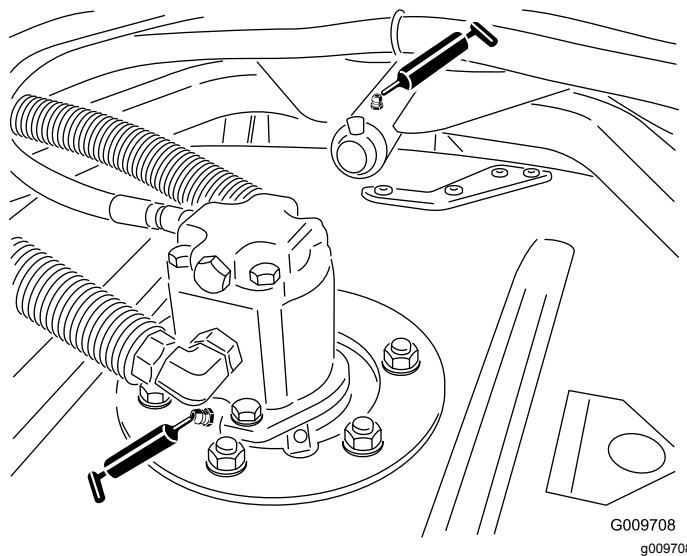

图 30
- 滚刀组铰轴轴承每个滚刀组 2 个(图 30)
- 滚刀组承载架臂轴套每个滚刀组 1 个(图 30)